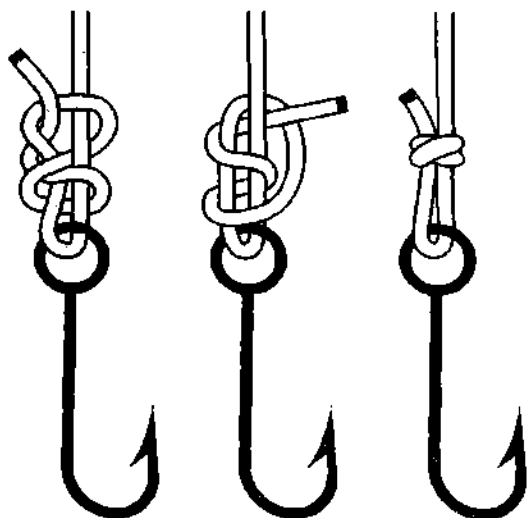

Рис. 719. Затягивающийся узел.
*Затягивающийся узел* – это *браконьерский узел* (*скользящий двойной простой узел*), завязанный на крючке (рис. 719). *Затягивающийся узел* надёжный и очень прочный узел, он отлично держит на любых типах лесок. Чтобы удобнее было вязать узел, шлагги вокруг лески необходимо делать побольше. Расход лески несколько увеличится, зато узел будет завязан правильно и быстро.